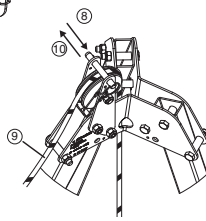

Fig. 10
8. Togliere il perno che si trova al di sopra della puleggia di rinvio nella parte superiore del treppiede TRACPODE™ (fig. 10, 8).
9. Passare la fune dell'apparecchio DEROPE™ attorno alla puleggia di rinvio (fig. 10, 9).
10. Riposizionare il perno per impedire che la fune esca dalla puleggia di rinvio (fig. 10, 10).